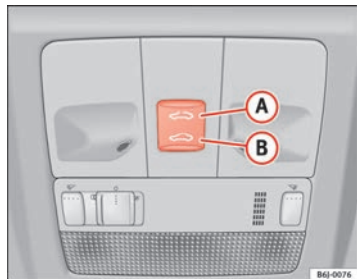

Fig. 49 Tettuccio panoramico / sollevabile
- Premere e tener premuto il pulsante **B** ⇒ fig. 49 ⇒ **⚠**: il tettuccio compie il movimento di chiusura fino che si rilascia il pulsante.